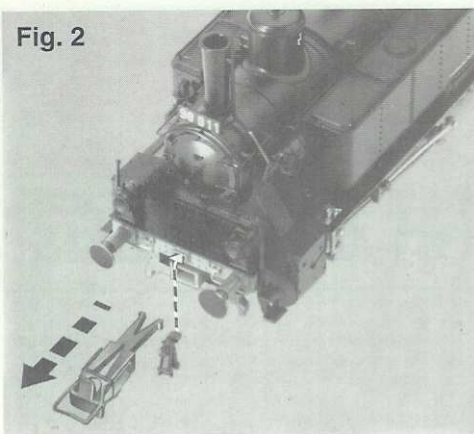

Fig. 2
Vorsichtig in Pfeilrichtung abziehen. 2. Die Attrappen in die vorgesehenen Aussparungen einstecken. Eventuell mit etwas Klebstoff befestigen (Fig. 2 und 3).
2. Insert the alternative coupling gear. Secure in position with plastic glue (fig. 2 and 3).
2. Introduire à leur place les attelages fictifs. Eventuellement les fixer au moyen d'un goutte de colle (fig. 2 et 3).
De automatische **FLEISCHMANN PROFI** koppelingen kunnen vervangen worden door de bijgevoegde imitatiekoppelingen. Daartoe dient men de **FLEISCHMANN PROFI** koppeling te verwijderen en de imitatiekoppeling in de daarvoor bestemde uitsparing te monteren. Bij de bevestiging kan eventueel iets lijm worden gebruikt (fig. 2 en 3).
2. Attrappen stikkes ind i slidserne. Fastgøres evt. med lidt lim. (Fig. 2 og 3).
2. Innestare le imitazioni nelle apposite rientranze. Eventualmente fissarle con un po' di adesivo (fig. 2 e 3).